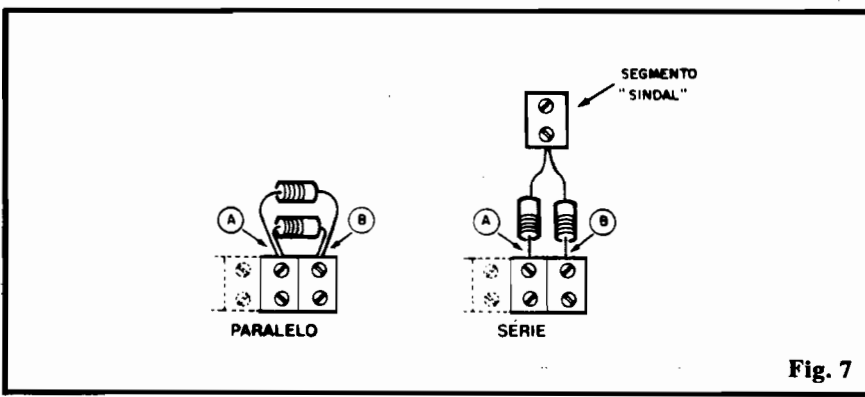

Fig. 7
- Na sequência, vá ligando os diversos resistores indicados na LISTA DE PEÇAS aos pontos (A) e (B), começando pelo valor mais elevado (22K) e indo até o de 100R. Note o progressivo "acendimento" do LED, com brilho cada vez maior (num ambiente não muito iluminado, é mais fácil "seguir" a luminosidade do LED e suas variações...).
- Faça também experiências com resistores em **SÉRIE** ou em **PARALELO**, ligados aos segmentos (A) e (B), verificando o resultado no brilho do LED (que será **sempre** proporcional à corrente existente no circuito...).
- FIG. 7 - Mostra, na prática, como resistores podem ser ligados em **PARALELO** ou em **SÉRIE**, aos pontos (A) e (B) da barra. Na condição **SÉRIE**, um único segmento "Sindal" pode ser usado, para promover a continuidade elétrica na "fila" de resistores, conforme mostra a figura...
- Para finalizar, ligue entre os pontos (A) e (B) um simples pedaço de fio condutor (não esqueça de remover o isolamento das extremidades do fio, com estilete ou canivete...). O